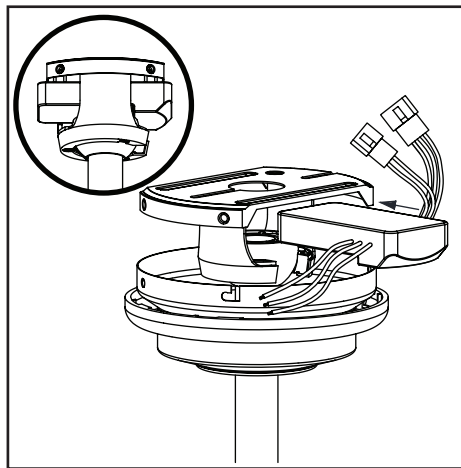

Figure 11
2. Insérez l'extrémité étroite du récepteur (tel qu'illustré, côté plat orienté vers le plafond) dans la traverse à glisser, jusqu'à ce qu'il repose sur le haut de l'ensemble boule/tige de suspension. (Figure 11)